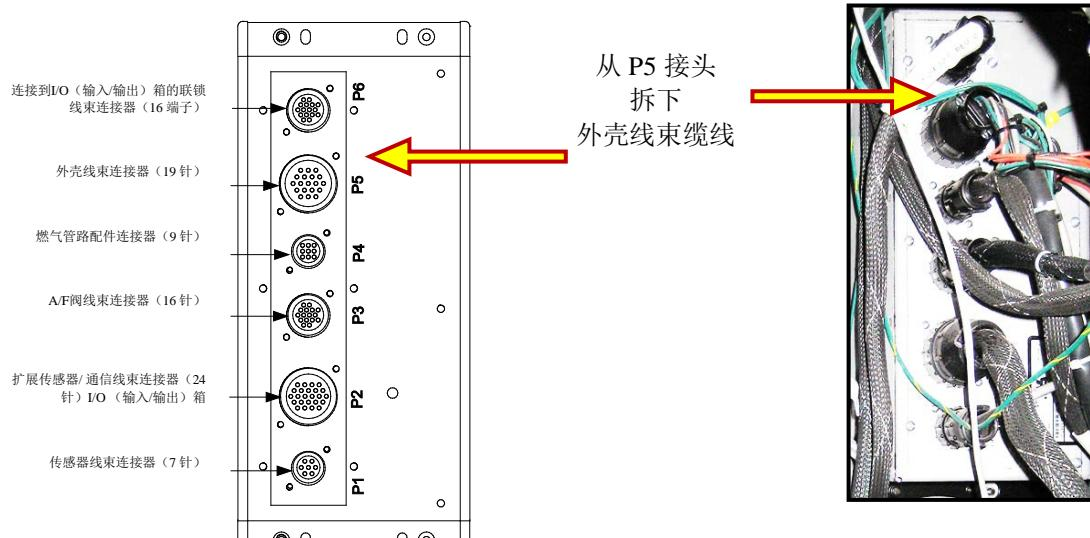

图 7-9：从 C-More 背面板上的 P5 接头拆下外壳缆线
2. 从 C-More 控制器背面板上的 P-5 (母) 接头拔下外壳缆线 (参见图 7-9)。